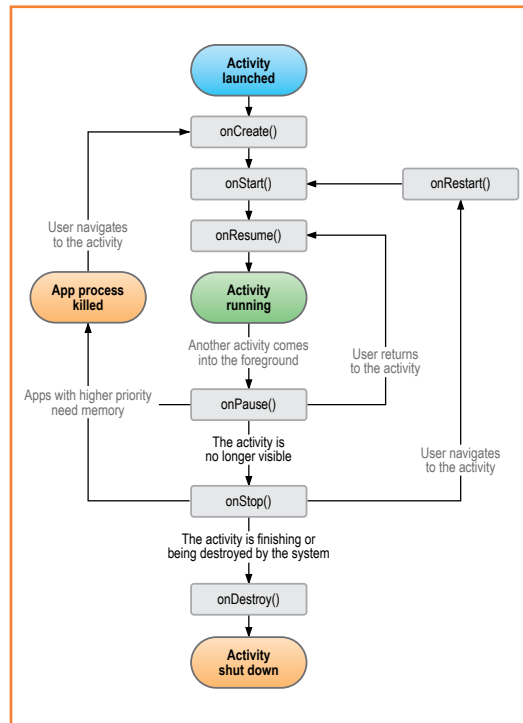

Figura 13.
La **Figura 13** se muestra el ciclo de vida de una actividad típica de un sistema multitarea. Nuestra aplicación ANDROECG conlleva tres actividades:
**MainActivity:** Android creó esta actividad en el lanzamiento de la aplicación y ejecuta el método *onCreate()* (ver **Figura 13**). Esta efectúa todas